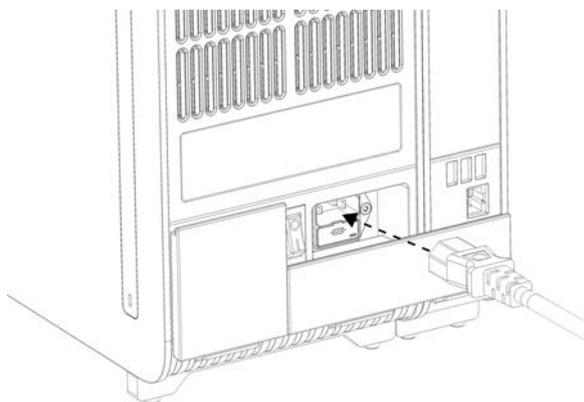

Figure 20. Branchement du cordon d'alimentation.
8. Branchez le cordon d'alimentation livré avec la QIAstat-Dx Analyzer 1.0 à l'arrière du module analytique d'origine (Figure 20).